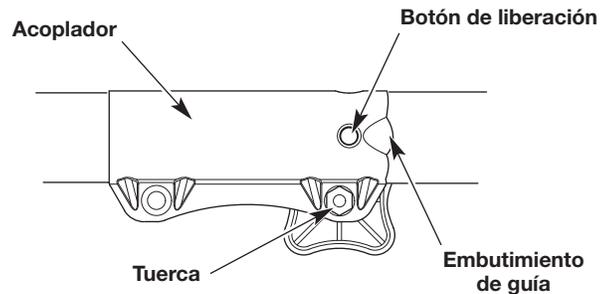

Fig. 2
**NOTA:** La alineación del botón de liberación con el embutimiento de guía ayudará en la instalación (Fig. 2).
**NOTA:** No ajuste demasiado la tuerca (Fig. 2).
2. Oprima y mantenga apretado el botón de liberación (Fig. 2).